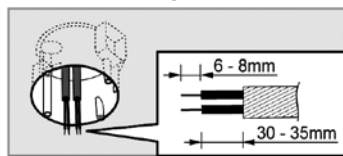

Fig.10
- 5 monteer de powerbox op de doos door 2 schroeven (zie Fig.10)